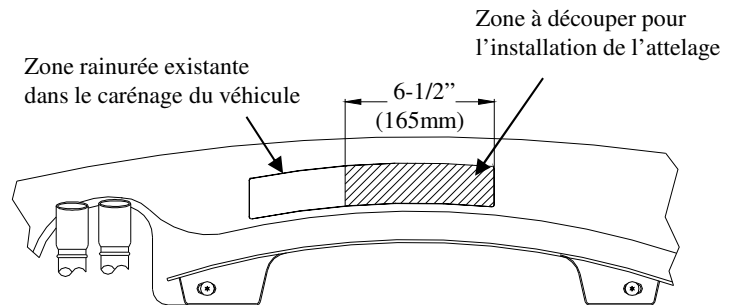

Figure 2
- Repérer la zone rainurée existante dans le bas du carénage pour le découpage selon la figure 2. Découper le carénage d'après l'illustration afin d'accéder aux trous de montage dans la traverse du véhicule.